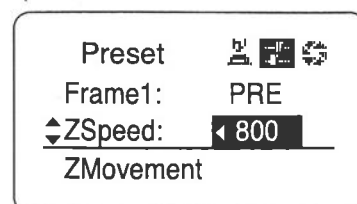

Fig6-18
なお、設定スピードは「(2) スピードプリセット」にて設定したものが、情報ディスプレイにて設定した数値 (Fig6-18 参照) が反映されます。